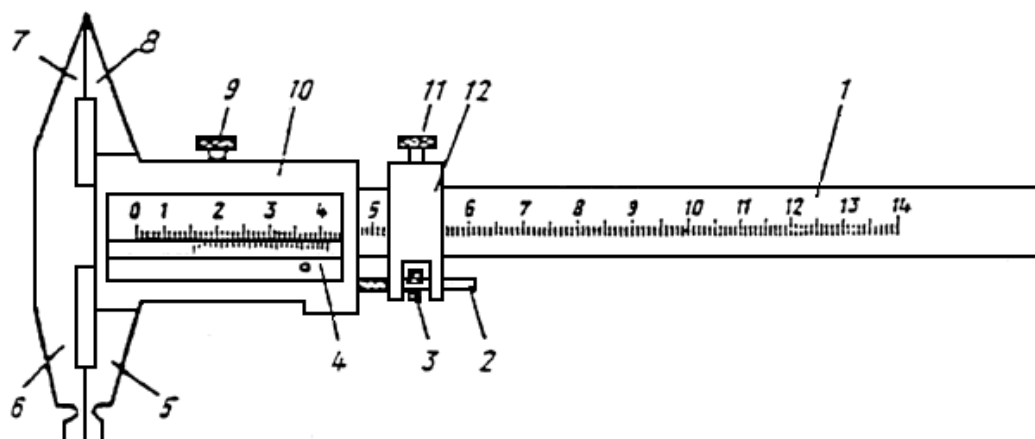

Рисунок 3 – Штангенциркуль ШЦ-П
2. Для измерения каких величин применяют приборы: угломер и нутромер (см. рисунок 3)?
5. Используя рисунок 3, объясните последовательность выполнения измерений наружных, внутренних, измерения глубины.